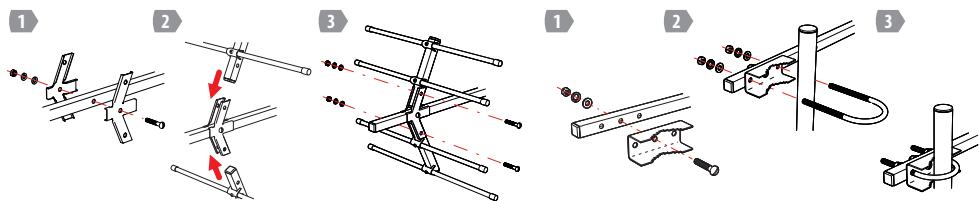

Рис.4 Установка рефлекторов ДМВ
6.4 Из комплекта крепежа возьмите две фигурные пластины, предназначенные для установки рефлекторов ДМВ-диапазона. Установите их на трассе (для удобства дальнейшей сборки рекомендуем не протягивать гайки до упора). Установите два элемента ДМВ-рефлектора как показано на рис.4